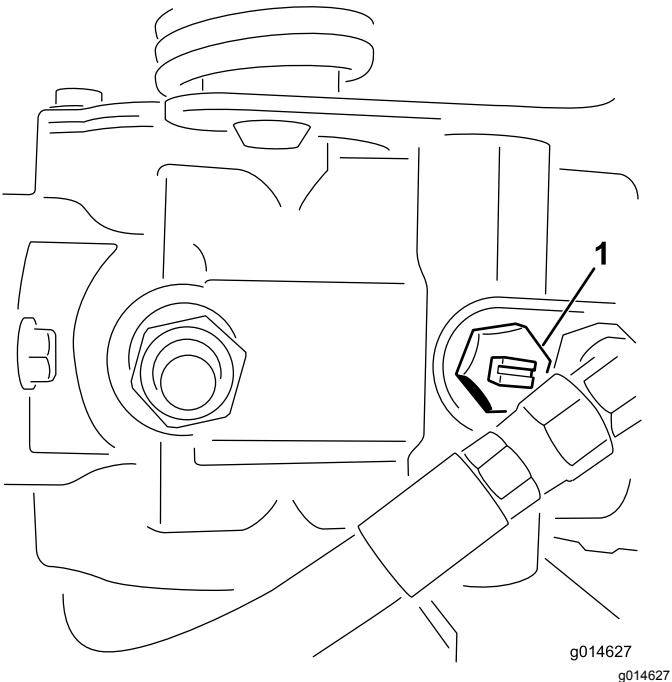

Figura 26
1. Girate la valvola bypass sulla pompa in modo che la scanalatura sia verticale (Figura 26).
2. Prima di avviare il motore chiudete la valvola bypass girandola in modo che la scanalatura sia orizzontale (**Figura 26**).